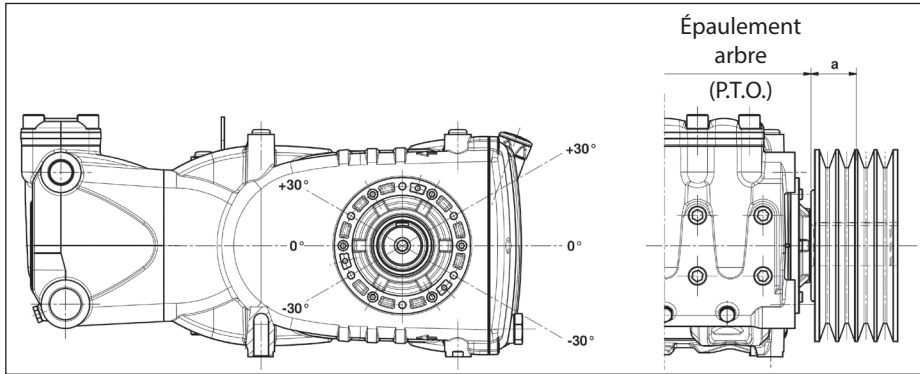

Fig. 10
La transmission est considérée appropriée si cette charge est appliquée à une distance maximum $a=40$ mm de l'épaule de l'arbre (P.D.F) comme indiqué Fig. 10.
- b) Utiliser des courroies à haut rendement - par exemple **XPB** au lieu de **SPB** - car il sera nécessaire d'avoir une quantité inférieure de courroies égales à la puissance transmise et par conséquent une distance inférieure de la résultante par rapport à la butée de l'arbre (P.D.F) « a » Fig. 10.